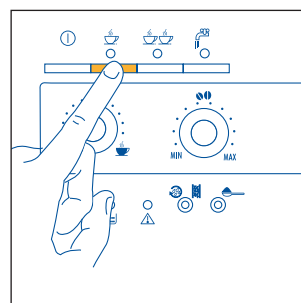
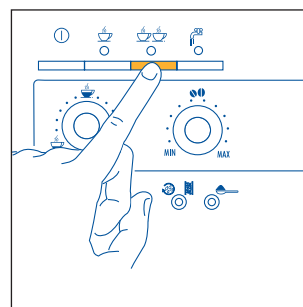

Fig. 12
Fig. 13
- 5) Tryk på tast  (fig. 12), hvis du har valgt at brygge en kop kaffe eller på tast  (fig. 13), hvis du har valgt at brygge to kopper kaffe. *Nu begynder maskinen at male kaffebønnerne, den udfører en kortvarig forinfusion og derefter fuldfører den udstrømningen i koppen. Når den indstillede mængde er brygget, afbryder maskinen automatisk kaffeudstrømningen og smider grumset i kaffegrumsbeholder.*
**BEMÆRK 4:** Mens maskinen er i gang med at brygge kaffen, er det muligt at stoppe udløbet når som helst, ved at trykke på den forud valgte tast  (fig. 12) eller  (fig. 13).
**BEMÆRK 5:** Så straks udløbet er færdigt, kan kaffemængden i koppen forøges ved at holde den forud valgte tast  (fig. 12) eller  (fig. 13) trykket ned, indtil man når den ønskede mængde kaffe denne operation skal foretages indenfor 3 sekunder efter at kaffeudløbet er færdigt).